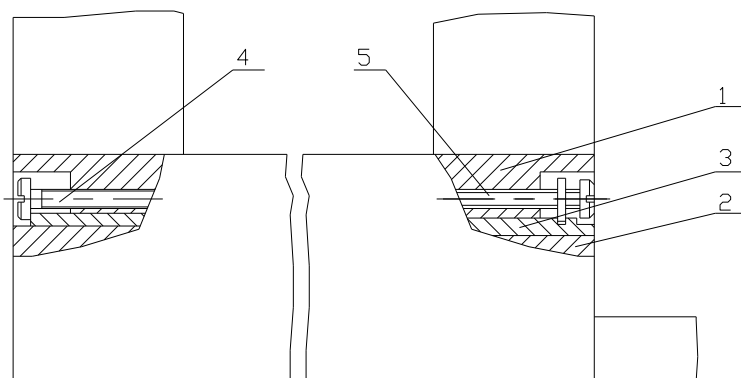

Рис.6.8 Наладка зазора между нижними салазками и фартуком
6.2.9 НАЛАДКА ЗАЗОРА МЕЖДУ НИЖНИМИ САЛАЗКАМИ И ФАРТУКОМ (см.Рис.6-8)